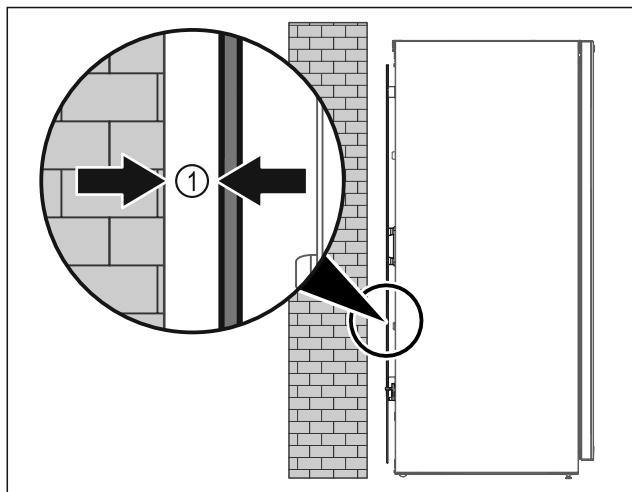

Fig. 9
- Instaloni pajisjen ose të lirë në dhomë, ose direkt mbi një mur me një distancë minimale prej 5 mm Fig. 9 (1) nga muri.